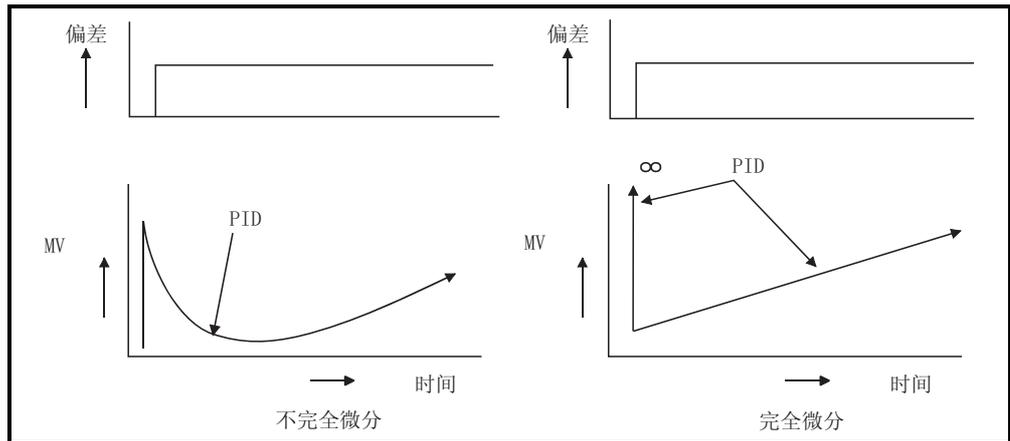

图 4.5 恒定偏差的 PID 动作
(1) PID 动作期间, 系统执行由 (P+I+D) 动作计算出来的 MV (操作值) 控制。
(2) 恒定偏差的阶跃响应时的 PID 动作如图 4.5 所示。